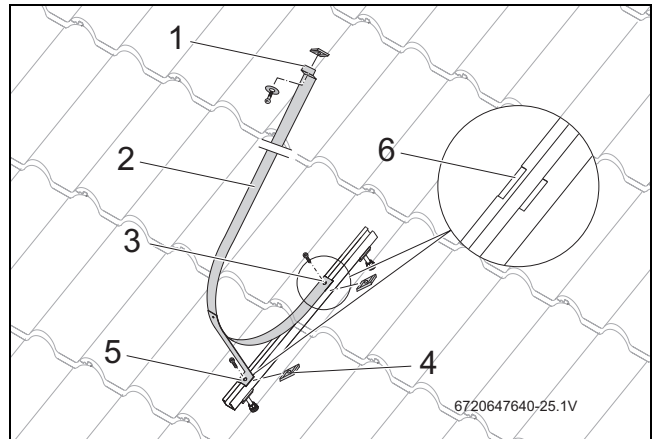

Fig. 55 Fijar la abrazadera del acumulador
- ▶ Introducir el tornillo en el extremo delantero de la abrazadera del acumulador (Fig. 55, [3]) y enroscar la tuerca corredera [4], hasta que se note una ligera resistencia.
- ▶ Introducir el tornillo en la escuadra de apoyo de la cinta del acumulador (Fig. 55, [5]) y enroscar la tuerca corredera hasta que se note una ligera resistencia.
- ▶ Colocar el extremo delantero de la abrazadera del acumulador en la muesca de apoyo (Fig. 55, [6]) y apretar el tornillo.
- ▶ Colocar la escuadra de apoyo de la abrazadera del acumulador (Fig. 55, [5]) en la segunda muesca de apoyo y apretar el tornillo.
- ▶ Colocar en el extremo trasero de la abrazadera del acumulador (Fig. 55, [1]) el tornillo, la arandela y la tuerca corredera. No atornillar este extremo todavía!